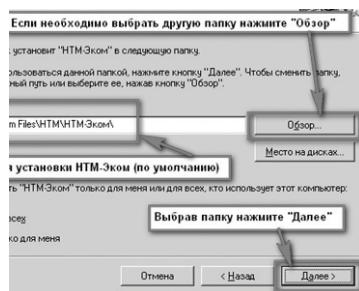

Рисунок 13
8.2.5 Выбрать папку для установки ПО «НТМ-ЭкоM» (рисунок 13).